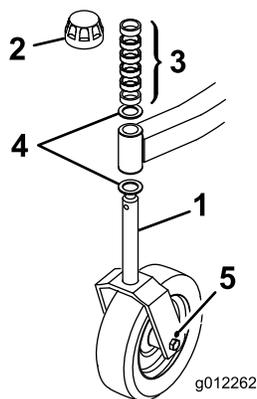

Figura 14
Nota: Per ottenere un taglio del prato esteticamente perfetto con altezze di taglio minori, abbassate la parte posteriore dell'apparato di taglio. A tale scopo, riposizionate gli assali delle ruote orientabili posteriori nel foro superiore delle forcelle delle ruote orientabili (Figura 14). Posizionate gli assali nei fori delle forcelle delle ruote orientabili inferiori per impostare un'altezza di taglio superiore in cui non si richieda un taglio perfetto esteticamente.
2. Rimuovete il cappuccio di tensione dall'asse del fusello. Fate scorrere i distanziali sul fusello della ruota orientabile, fino ad ottenere l'altezza di taglio richiesta (Fig. 18 e 19). Fate scorrere la rondella (Figura 14) sul fusello.
3. Spingete il fusello della ruota orientabile attraverso il braccio della ruota orientabile anteriore, montate l'altra rondella di spinta e i distanziali restanti sul fusello, quindi montate il cappuccio di tensione per fissare gli elementi del gruppo (Figura 14).